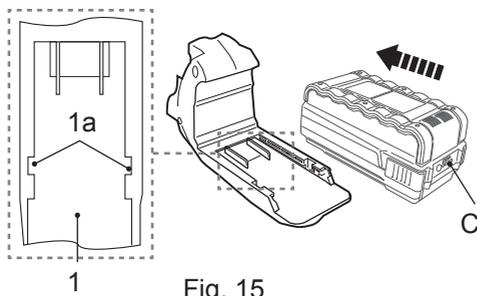

Fig. 15
- > Alignez la batterie (C) avec les rainures (1a) situées dans le port (1) puis faites-la coulisser jusqu'à ce qu'elle se verrouille en position (fig. 15).